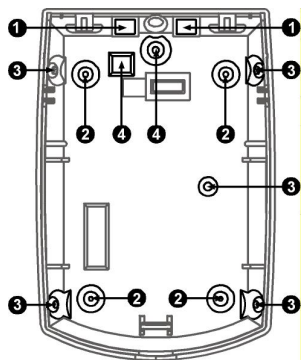

Fig 2 Knockout holes I Orificios troquelados I Trous de débouchure I
3. Remove the appropriate knockouts for the mounting screws (Fig. 2 - B or C flat or corner installation).
4. The circular and rectangular indentations at the bottom base are the knockout holes (Fig. 2 - D) for wire entry.
3. Extraiga los troqueles correspondientes para los tornillos de montaje (Fig. 2 - B o C para la instalación en una superficie plana o una esquina).
4. Las muescas circulares y rectangulares de la base inferior son los orificios troquelados (Fig. 2 - D) para la entrada de cables.
3. Retirez les débouchures appropriées pour les vis de fixation (Fig. 2 - B ou C installation dans un angle ou à plat).
4. Les empreintes circulaires et rectangulaires sur la base sont les trous de débouchure (Fig. 2 - D) pour l'entrée des fils.
3. Aprire i fori ciechi appropriati per le viti di fissaggio (Fig. 2 - B o C a per l'installazione in piano o ad angolo).
4. I fori ciechi, rotondi e rettangolari, presenti sul fondo della base (Fig. 2 - D) sono per il passaggio dei cavi.